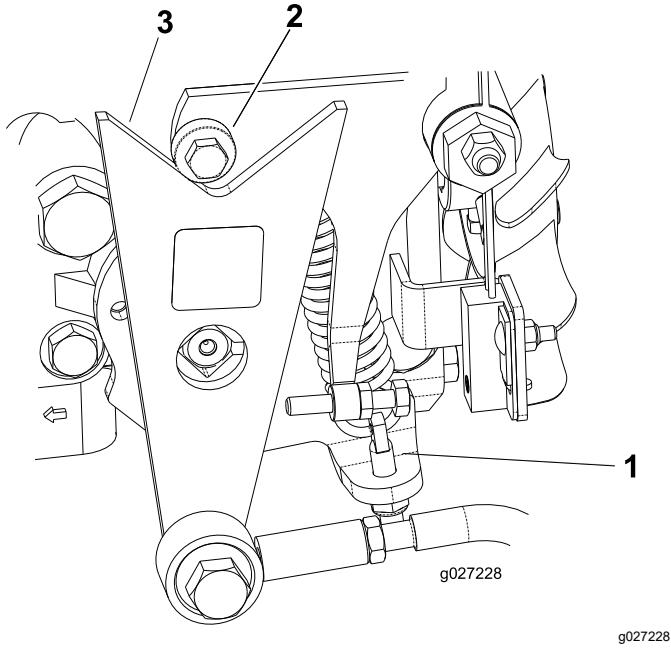

Figure 43
- Si les roues tournent dans le bon sens, arrêtez le moteur et réglez le contre-écrou de la goupille de réglage du ressort (Figure 43). Réglez le point mort de la transmission ; voir Réglage du point mort de la transmission aux roues \(page 37\).